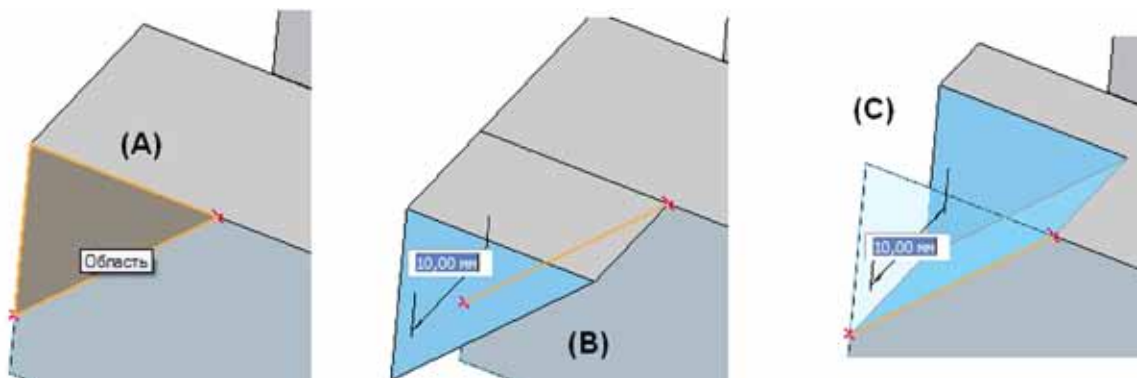

Рисунок 5. Распознавание замкнутых областей дает возможность быстро добавлять или удалять геометрию
Прежде всего, в синхронной среде простые элементы (выдавливание/вырез или круговое выдавливание/вырез) не создаются поэтапно, т.е. выбором плоскости эскиза, построением профиля, выбором направления и величины выдавливания. Вместо этого инструменты построения 2D-эскизов объединены с командами 3D-моделирования. Это означает, что эскизы можно строить прямо в трехмерном пространстве, добавляя необходимые взаимосвязи, а затем вытягивать или вдавливать полученные формы для создания 3D геометрии. Процесс добавления 2D-взаимосвязей ничем не отличается от такового в параметрической среде: конструктор использует те же самые связи, на экране он видит точно такие же значки связей. По завершении построения эскиза все замкнутые части эскиза распознаются как регионы (A) (Рисунок 5).